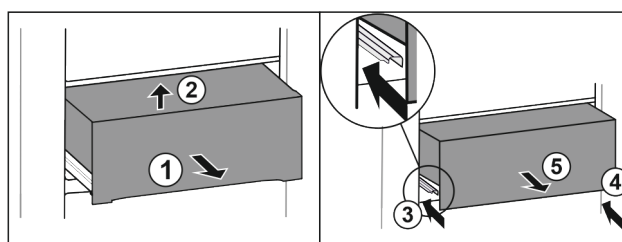

Fig. 28
- Zásuvku napůl vytáhněte Fig. 28 (1).
- Vpředu nadzvedněte Fig. 28 (2).
- Zasuňte levou kolejničku Fig. 28 (3).
- Zasuňte pravou kolejničku Fig. 28 (4).
- Zásuvku odeberte směrem dopředu Fig. 28 (5).